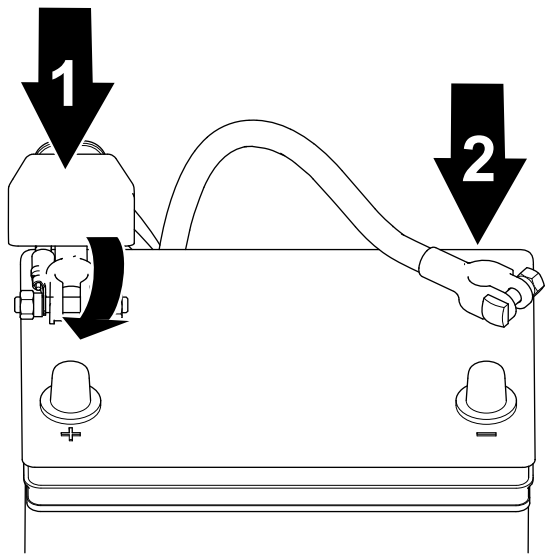

Figure 40
2. Branchez le câble positif à la batterie et serrez l'écrou de collier de la batterie (Figure 40).
3. Branchez le câble négatif à la batterie et serrez l'écrou de collier de la batterie (Figure 40).